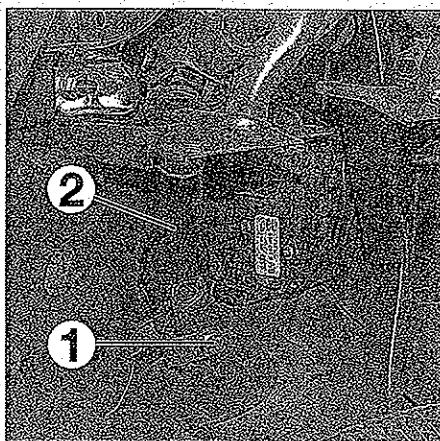

FIG. 5
- Desmontar el tornillo de fijación (1) del eje intermedio (2) de la columna de dirección en la caja de dirección (fig. 5).
- Retirar el eje intermedio (2) de la caja de dirección.